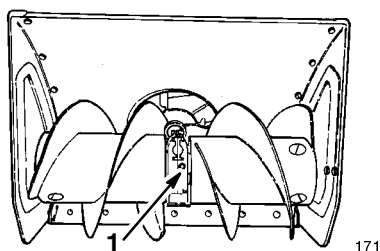

Figure 25
- Nettoyez les abords de l'obturateur de tuyau (Fig. 25).
- Retirez l'obturateur de tuyau de la boîte d'engrenages (Fig. 25).